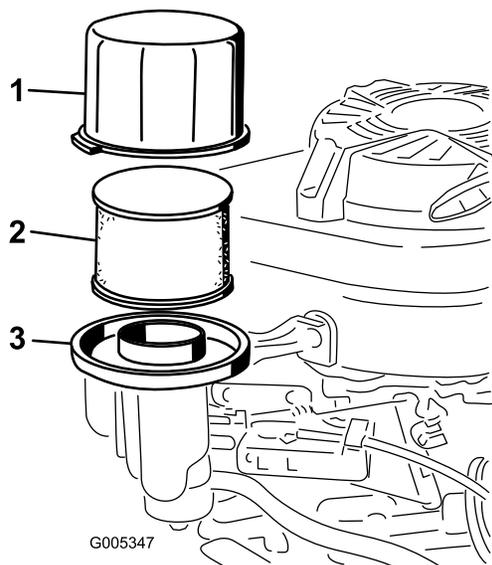

Рисунок 24
3. Снимите крышку и тщательно очистите ее (Рисунок 24).
4. Снимите поролоновый фильтр предварительной очистки и бумажный воздушный фильтр с основания воздухоочистителя (Рисунок 24).